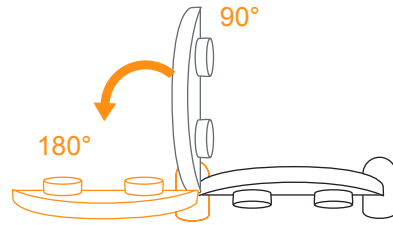

Fig. 12b
• To remove the child tray: Press the release button and rotate the tray 180 degrees and pull the tray until it released (Fig. 12b).
• Para retirar la bandeja para niños: Presione el botón de liberación y gire la bandeja a 180 grados y jale la bandeja hasta que se libere. (Fig. 12b).